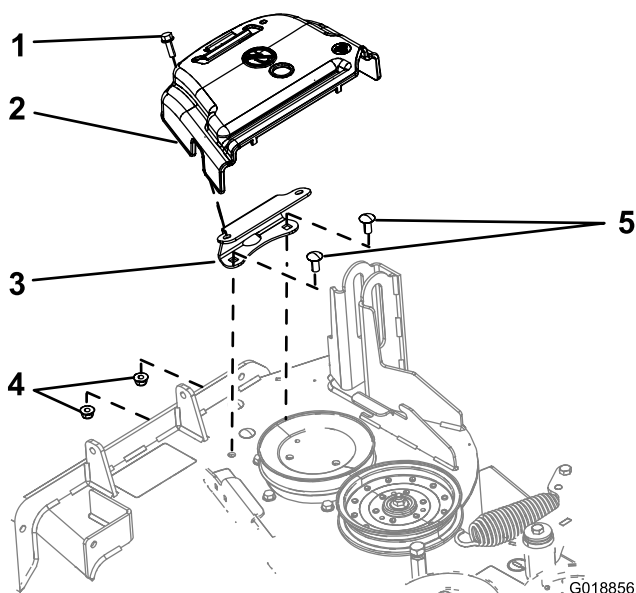

Figura 3
2. Ruotate il bullone che fissa il copricinghia in senso antiorario per allentarlo (Figura 3).
3. Rimuovete il bullone e il copricinghia dalla staffa di montaggio (Figura 3).
1. Rimuovete i 2 bulloni e i 2 dadi flangiati che fissano la staffa di montaggio del copricinghia alla scocca (Figura 3).
1. Rimuovete i 2 bulloni a testa tonda (1/4 x 3/4 poll.) e i 2 dadi di bloccaggio (1/4 poll.) che fissano la staffa del copricinghia alla flangia anteriore del piatto di taglio (Figura 3).
2. Rimuovete la staffa del copricinghia dal piatto di taglio (Figura 3).